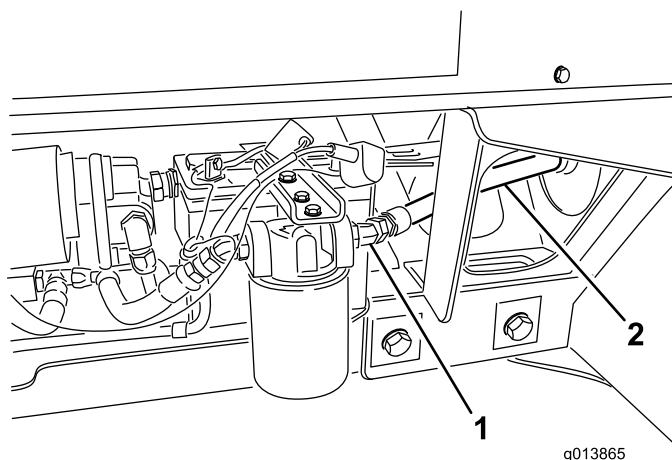

Figura 11
36. Ligue o tubo hidráulico n.º 3 à saída do filtro (Figura 11).